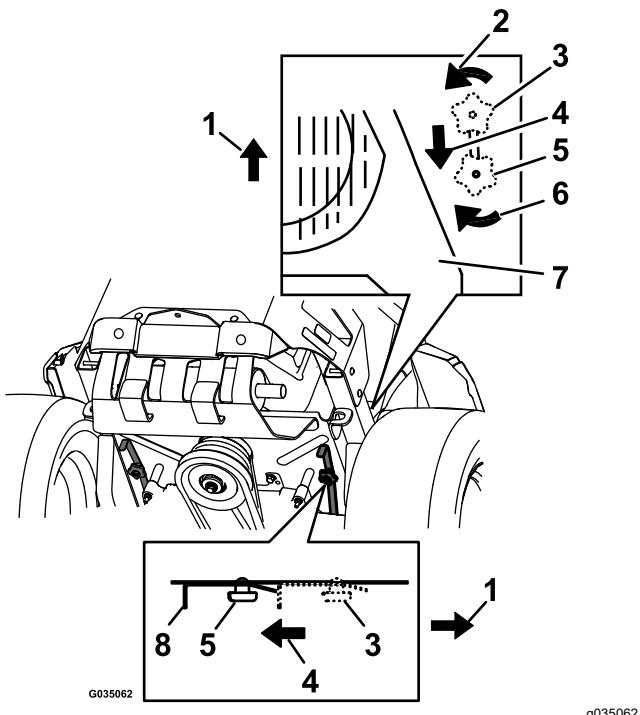

Figura 33
4. Per spingere la macchina, spostate entrambe la manopole di bypass all'indietro e bloccatele in posizione (Figura 33).
6. Per azionare la macchina, spostate le manopole di bypass su AVANTI e bloccatele in posizione (Figura 33).